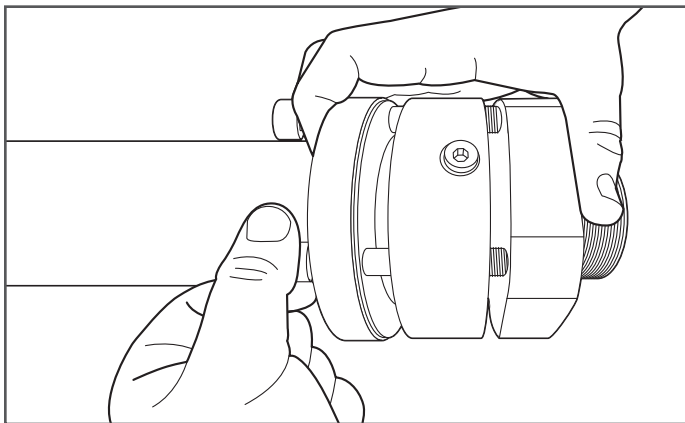

Figure 9-11
11. Le raccord DoubleTrac® est maintenant prêt à réinstaller. Suivez les instructions de remontage du raccord DoubleTrac® qui commencent à la section 7 (Figure 9-11).